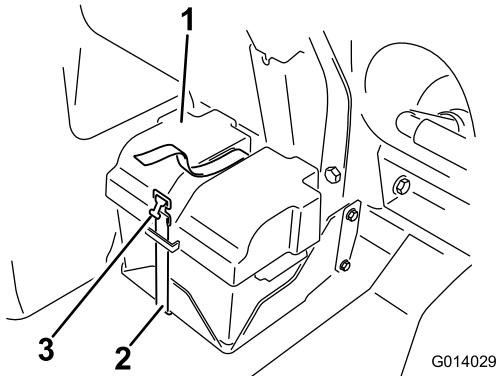

Bild 91
- Nehmen Sie die Batterieabdeckung ab und klemmen das Minuskabel (schwarz) vom Batteriepol ab (Bild 91).
4. Montieren Sie die Batterieabdeckung und befestigen sie mit dem vorher entfernten Riemen (Bild 91).